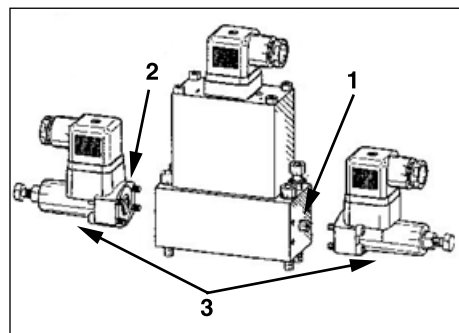

Figure 3
1. Rimuovere il bullone e la rondella dall'estremità del corpo della valvola della porta più prossima di cui misurare la pressione (v. fig. 3, n. 1).
2. Applicare olio idraulico all'anello posto sulla superficie di montaggio dell'interruttore di pressione (v. fig. 3, n. 2).
3. Installare l'interruttore di pressione sull'estremità della valvola mediante i bulloni forniti con l'interruttore, applicando una torsione di 4 Nm (3 pd/lb) (v. fig. 3, n. 3).